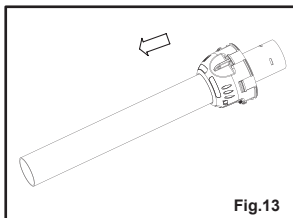

Fig.13
- 1) Put the protection cowling around the guard's pipe, as shown in Fig. 13
- 1) Den Kasten auf das Rohr der Schutzvorrichtung setzen, wie in Abb. 13 gezeigt wird.
- 1) Colocar el casco en el tubo de la protección como indica la Fig.13.
- 1) introduza o fole no tubo da protecção, conforme indicado na Fig. 13.
- 1) Doe de kap op de buis van de bescherming, zoals aangeduid in Fig.13
- 1) Anbring hættten på afskærmningens rør som vist i fig. 13.
- 1) Sätt fast kåpan på skyddsröret enligt fig. 13.
- 1) Før hetten inn på skjermens rør (fig. 13).